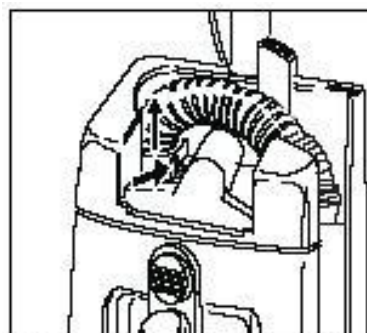

图11
- 一 通过压动锁定杆，可以把抽吸软管从设备上拆下。（图 11）